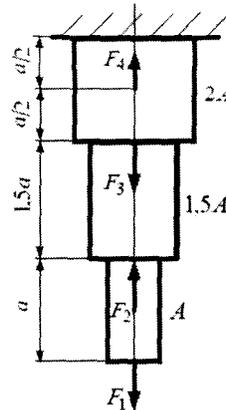

Рис.1
1. Определить реакции опорного закрепления стержня (рис.1)
Жестко защемленный одним концом стальной стержень (модуль сдвига второго рода $G=0,8 \cdot 10^4 \text{ кН/см}^2$) круглого поперечного сечения скручивается четырьмя моментами M_i (рис. 1). Требуется: